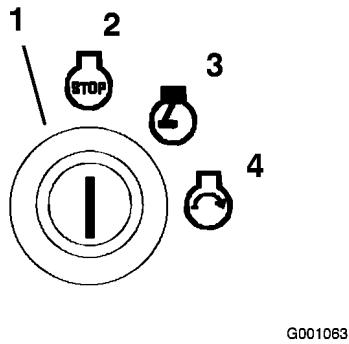

Bild 13
2. Drehen Sie den Zündschlüssel nach rechts in die Lauf-Stellung (Bild 13). Die Glühkerzenlampe leuchtet auf.
4. Drehen Sie den Zündschlüssel auf die Aus-Stellung (Bild 13). Warten Sie, bis alle sich bewegenden Teile zum Stillstand gekommen sind, bevor Sie die Bedienungsposition verlassen.